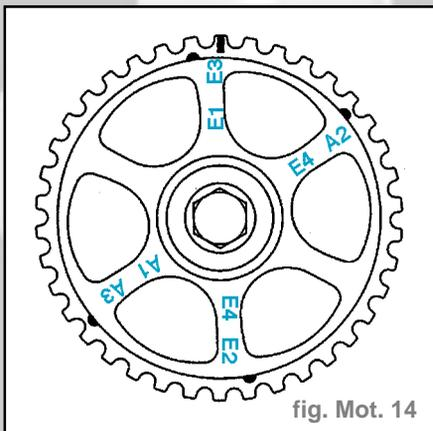

fig. Mot. 14
(1) Sens de rotation du tendeur
**Attention :** Le pignon d'arbres à cames possède cinq repères, seul le repère de forme rectangulaire sur la face d'une dent représente le Point Mort Haut ; les autres repères servant au réglage des culbuteurs (fig. Mot. 14)